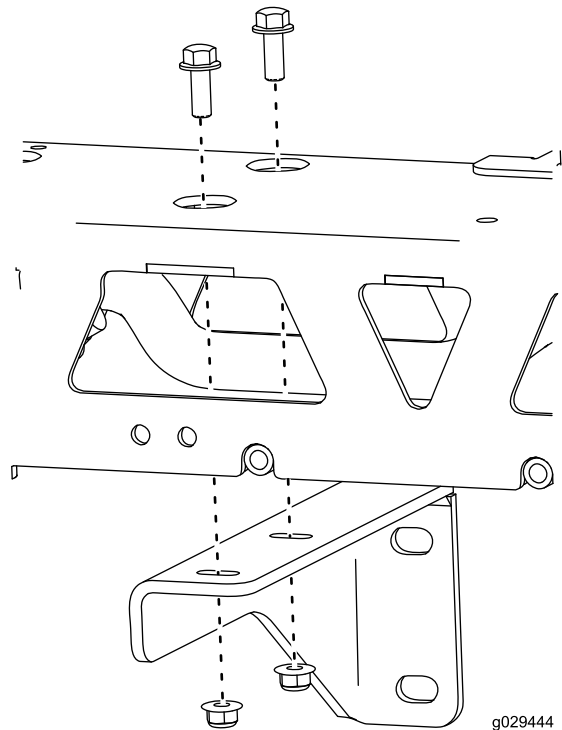

Figure 9
- La rampe étant déposée de la machine, retirez les 2 supports de montage (Figure 9).